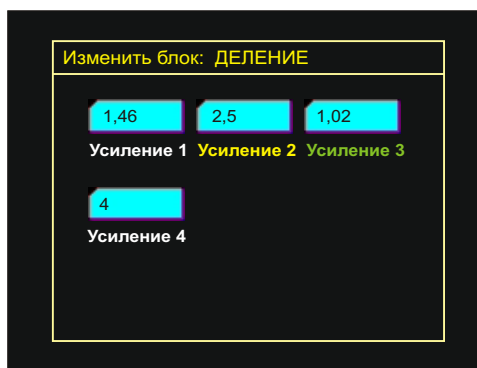

Рис. 49. Конфигуратор блока “Деление”
9.2.12 **Конфигуратор** блока содержит следующие конфигурационные окна (Рис. 49):